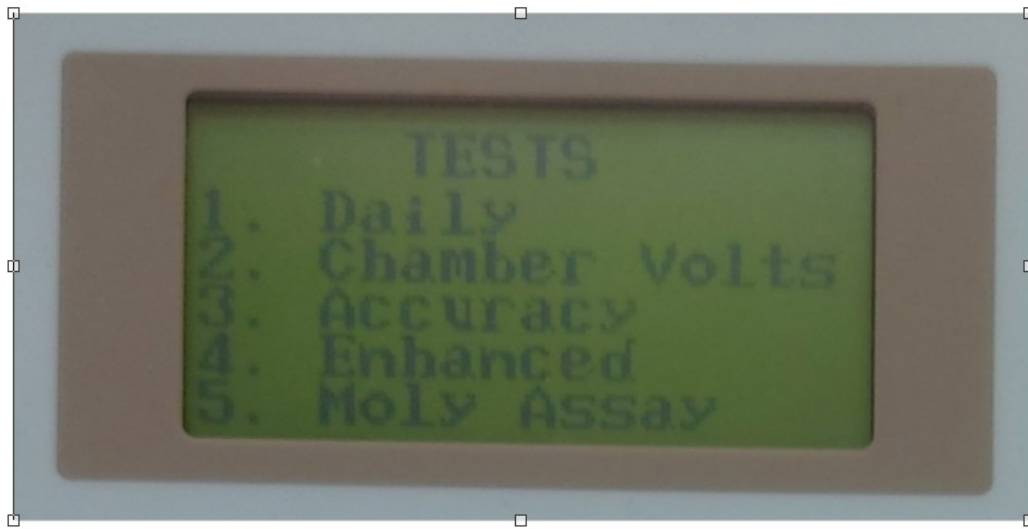

Figura 4 - Menu de testes
4.8. No menu de testes selecione a opção 1 (1 – DAILY), conforme Figura 4, clicando na tecla com o número 1;